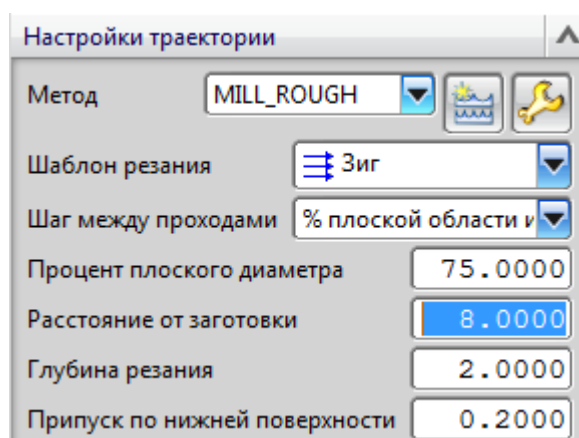

Рис. 2.32. Настройки траектории инструмента
- задайте расстояние от заготовки, **глубину резания** и **припуск по нижней поверхности** для черновой обработки за несколько проходов (см. рис. 2.32);